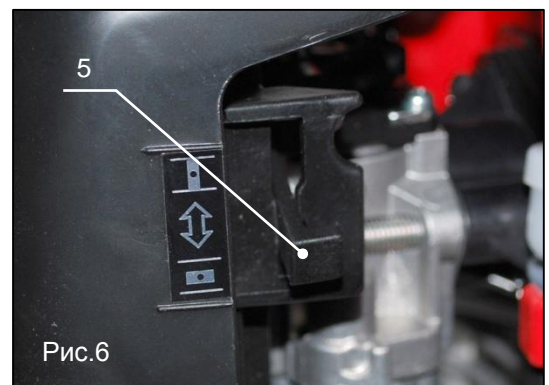

Рис.6
7. После появления первых слышимых зажиганий, необходимо переместить рукоятку (поз.5, рис.6) воздушной заслонки, расположенной на правой стороне крышки карбюратора, в нижнее положение и снова потянуть за тросик стартера до тех пор, пока двигатель заработает.